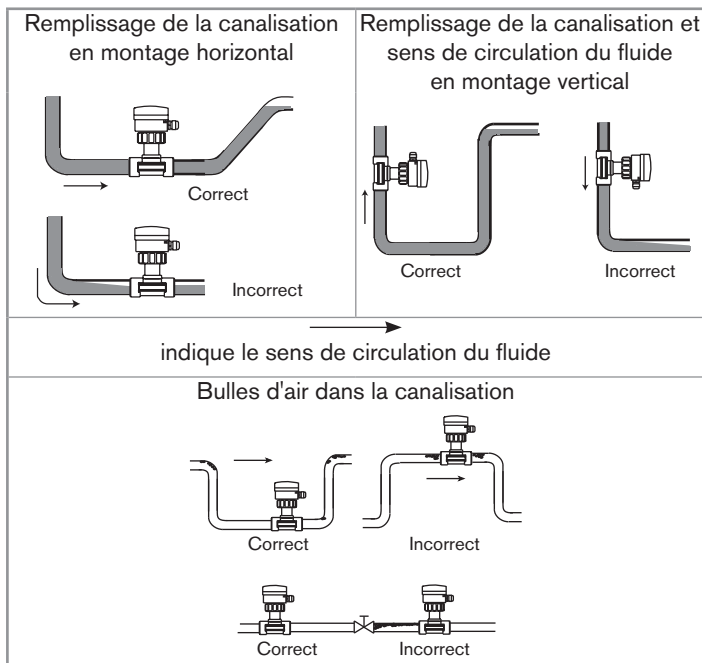

Fig. 5 : Remplissage de la canalisation, sens de circulation du fluide, montage vertical et bulles d'air dans la canalisation
- la canalisation soit toujours remplie au niveau de l'appareil (voir Fig. 5).
- en montage vertical, le sens de passage du fluide soit ascendant (voir Fig. 5).
- les bulles d'air ne se forment pas dans la conduite, au niveau de l'appareil (voir Fig. 5).
- la canalisation soit toujours remplie au niveau de l'appareil (voir Fig. 5, page 15).
- en montage vertical, le sens de passage du fluide soit ascendant (voir Fig. 5, page 15).
- les bulles d'air ne se forment pas dans la conduite, au niveau de l'appareil (voir Fig. 5, page 15).